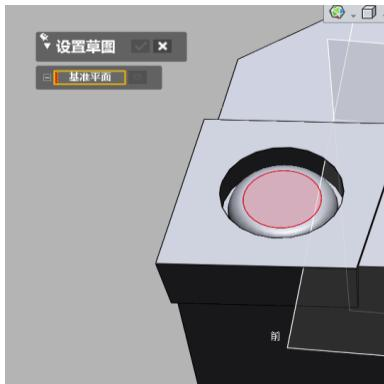

图 4.83 草图设置
24) 点击菜单栏模型》圆角图标 ，弹出圆角对话框，要素：选择圆柱边缘，半径 1mm，如图 4.83 所示，点击确定退出。
25) 点击菜单栏草图》草图图标 ，弹出草图对话框，基准平面：圆柱顶面，如图 4.83 所示，点击确定进入草图环境。